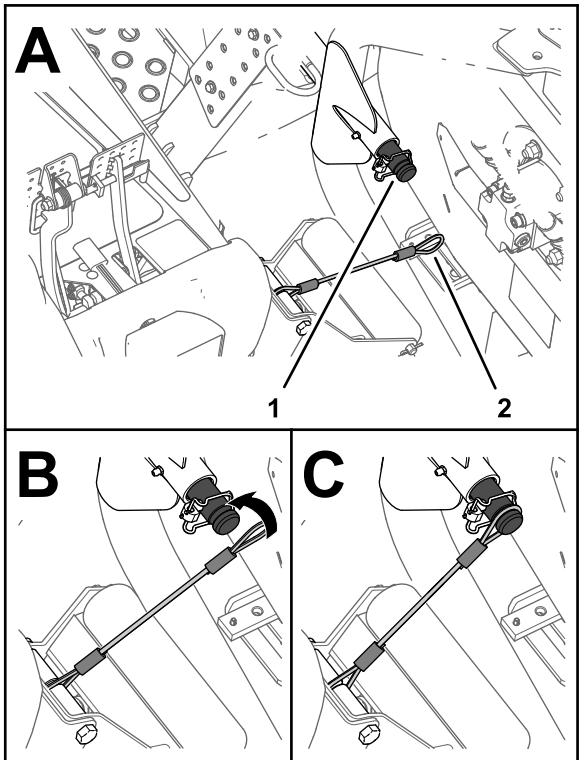

Figure 71
6. Enfilez la boucle du cordon sur l'arbre porteur et engagez-le complètement dans la gorge de l'arbre (Figure 71).
5. Placez le cordon devant l'arbre porteur du bras de levage de l'unité de coupe extérieure avant (Figure 71).